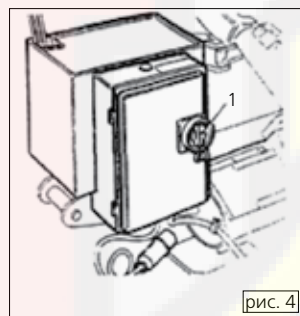

рис. 4
Электрический и гидравлический моторы оснащены автоматическими выключателями при перегрузке (рис. 4).
Поверните главный выключатель (1) (рис. 4), чтобы запустить мотор. Нажмите на левую педаль (7), зажимное устройство начнет вращаться против часовой стрелки. Нажмите правую педаль (7), зажим начнет вращаться по часовой стрелке. Переместите джойстик (5) в направлении «а» ↔ «б», консоль (2) переместится вверх-вниз;